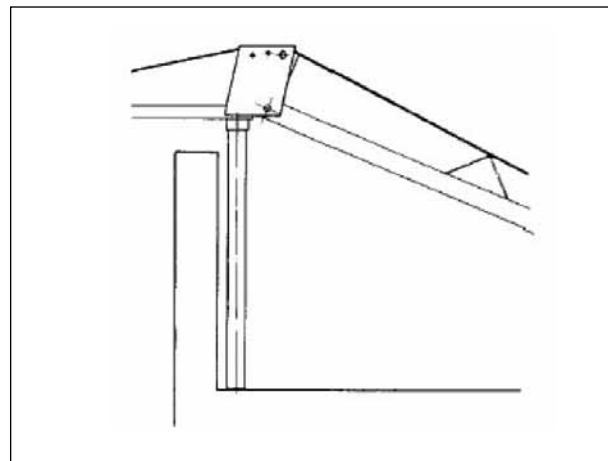

Figura 9. Apoyo correcto del pescante sobre el caballete
- Situar el caballete y apoyar el pescante sobre él. Ver Figura 9.